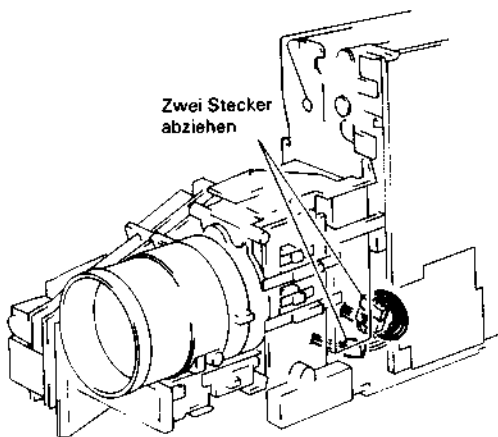

Abb. 2.32 Ausbau der Sensor-Leiterplatte
3. Die zwei (2) Stecker (CN1501, CN004) abziehen (siehe Abb. 2.32).
1. Die zwei (2) Stecker (CN1501, CN004) abziehen (siehe Abb. 2.32).